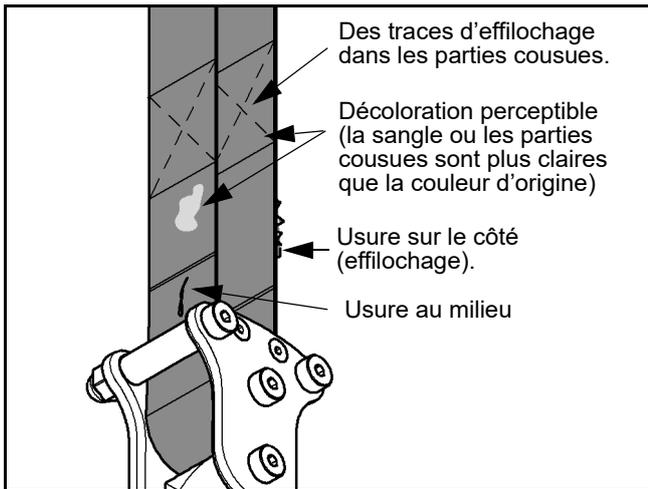

Fig. 33
- 2) Rechercher toute trace d'usure ou de décoloration (voir Fig. 33 ci-dessous).